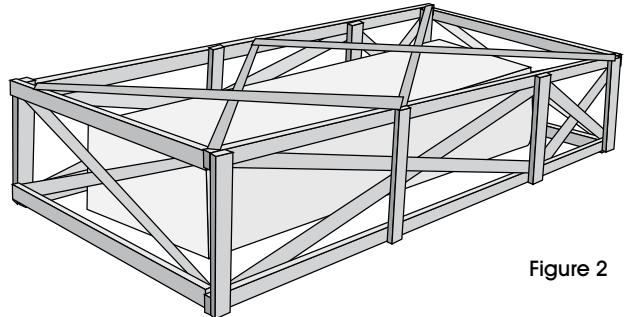

Figure 2
1. La machine d'emballage sous film étirable automatique est livrée avec une caisse similaire à celle illustrée à la droite. Veuillez enlever l'emballage de protection et préparer l'appareil à se dresser. (Voir Figure 2)